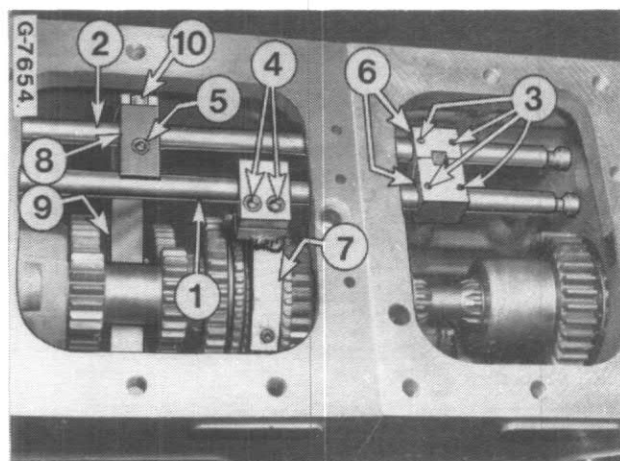

Figure 21
Retirez les goupilles élastiques (3, Fig. 21) et desserrez les boulons de fixation (4 et 5). Poussez les coulisseaux (1 et 2) vers l'avant, en déplaçant les pastilles d'expansion situées devant les coulisseaux.
Sortez, en les faisant glisser, la noix de serrage (8, Fig. 21), les blocs sélecteurs (6) et la fourchette (7).
Note: Le coulisseau (9, Fig. 21) ne peut être retiré si l'arbre primaire est en place. Reportez-vous au chapitre "Boîte de vitesses".
Avant de resserrer les boulons de fixation (4 et 5, Fig. 21), assurez-vous que: